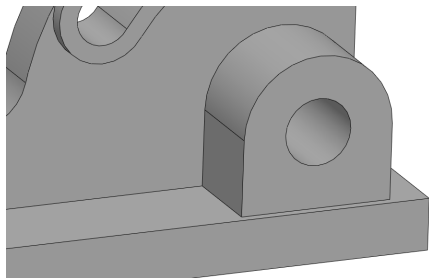

图 14-53 同心约束对象
(10) 单击【确定】按钮，退出草图绘制环境，即可同心约束对象，如图 14-53 所示。